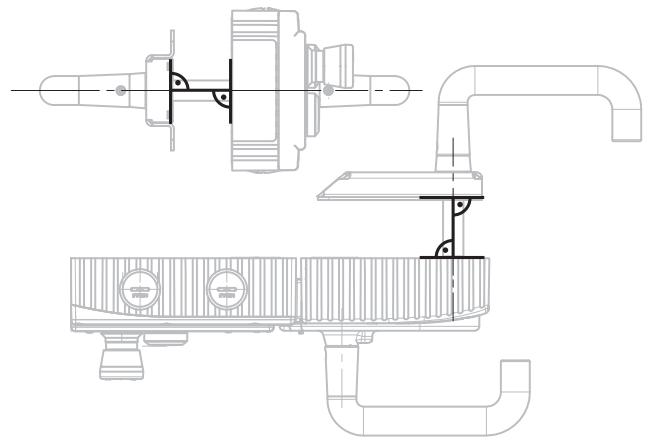
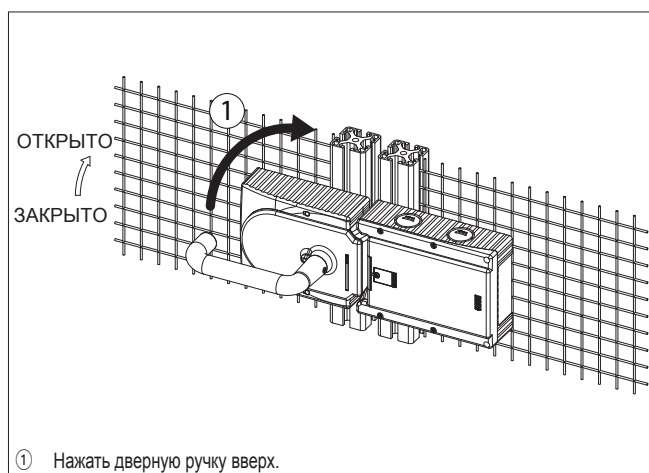

Рис. 8. Пример монтажа для двери с правым упором (обзорное изображение)
Рис. 9. Изменение направления действия, этап ①
Этапы монтажа представлены на рис. 8 и рис. 9–14.
- Для дверей с левым упором система устанавливается в перевернутом виде. Т. е. защитное устройство открывается при нажатии дверной ручки вверх (см. рис. 9). Поэтому требуется изменить направление действия (см. рис. 9–14).